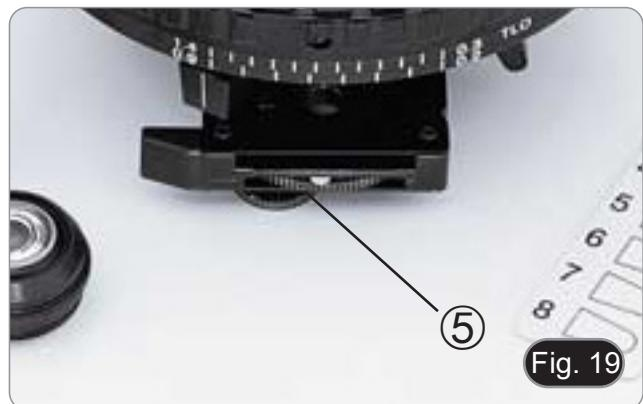

Fig. 19
- 6. Rode a roda polarizadora ⑤ por baixo do condensador (Fig. 19) para obter o escurecimento máximo das oculares e, em seguida, aperte o parafuso de bloqueio da rotação polarizadora ④.